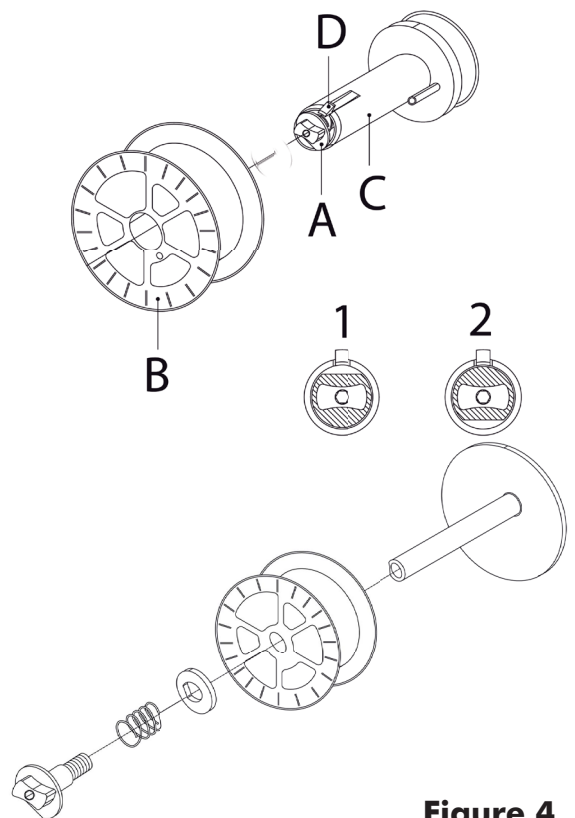

Figure 4
- Dévisser l'écrou (A) (frein bobine) du support en le tournant de 180°, (position 1). Pour extraire la bobine de son support, appuyer sur la languette (D). (Fig.4)
- Retirer l'emballage de la bobine et la placer sur le support. Revisser l'écrou (A) le tournant de 180° (position 2).